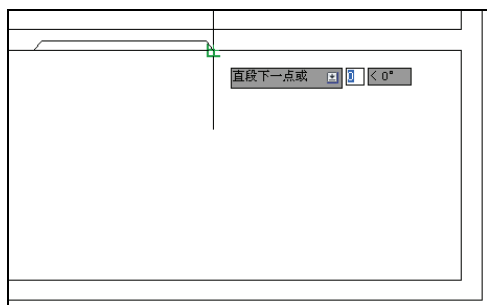

图 3-75 指定轮廓线
5) 在绘图区中分别单击指定墙体造型轮廓起点和终点, 结果如图 3-75 所示。